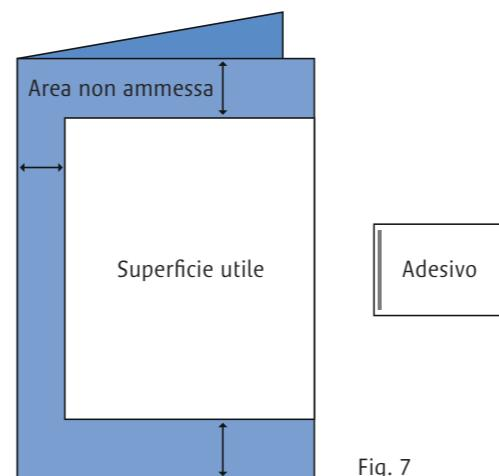

Fig. 7
- L'incollaggio deve essere effettuato sul lato chiuso della trave (v. fig. 7)